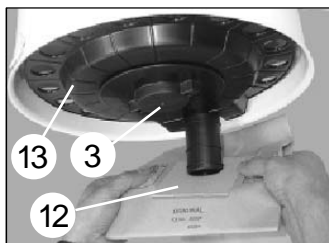

Fig. 3
Byte av dammpåse och service av filter om monteringsats för dammpåse används [fig. 3]: Ta loss dammpåsen (12), öppna fästmuttern (3) under filtret, ta bort stödet för dammpåsen [hålskivan] (13) och lös-gör filtret [se punkt 3.2 *Filterservice*].